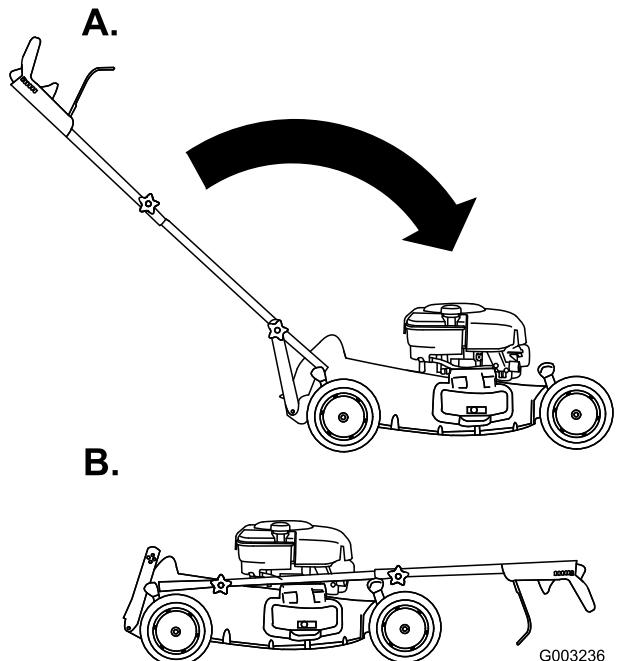

Figure 50
3. Pliez la partie supérieure du guidon en avant (Figure 50).